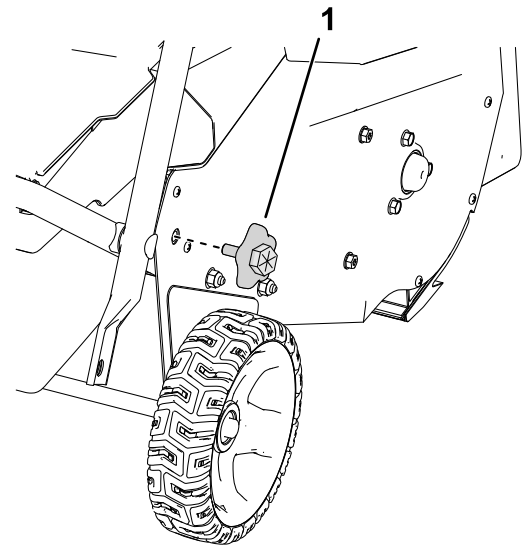

Bild 5
4. Entfernen Sie die unteren Griffknöpfe an beiden Seiten der Maschine (Bild 5).